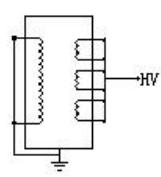

图 6-3 PT 接法
(3) : 反接法、电压为 2KV、二次侧对一侧次及地、接线见图 6-3